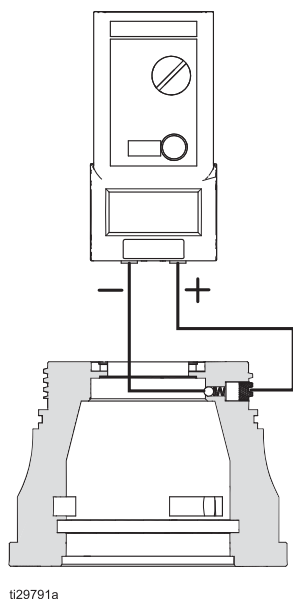

Рис. 18 Сопротивление переднего корпуса
3. Если сопротивление $< 0,1$ МОм, установите аппликатор и проведите его проверку под напряжением. Убедитесь, что пружинные контакты чистые и касаются соприкасающихся поверхностей. См. раздел Рис. 18.